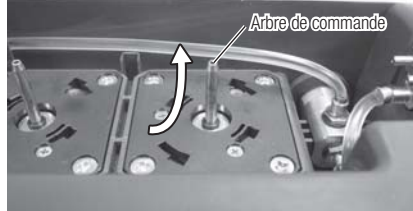

Fig.37
- Essuyez les saletés et l'eau de l'arbre de commande, de bas en haut. (Fig.37)